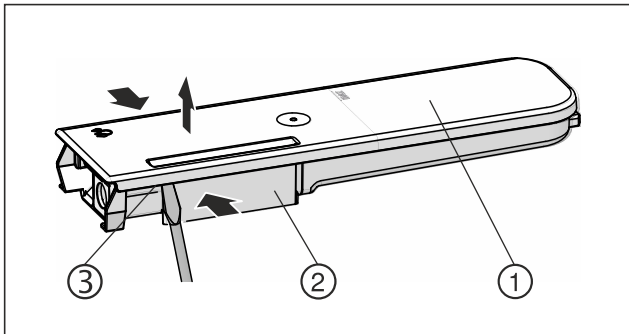

Fig. 153
- ▶ Wasserbehälter *Fig. 153 (2)* zusammendrücken und Deckel *Fig. 153 (1)* vorsichtig über die Rastnasen *Fig. 153 (3)* hebeln und hochziehen.
- ▶ Deckel *Fig. 153 (1)* leicht hin- und herbewegen und nach oben entnehmen.